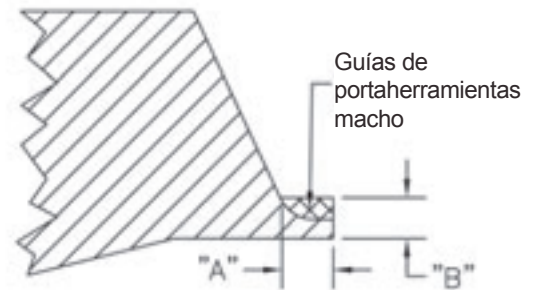

Figura 3-64. Corte de J-prep.
- 2.** Lleve a cabo la operación de biselado recto, deteniéndose en cada pasada mientras llega a la dimensión "B" en la cara del tubo. Puede parar y medir conforme va cortando, o marcar la ubicación en la cara del tubo antes de comenzar. Consulte el Paso 1 en Figura 3-64.
10. Gire la manivela de alimentación en sentido contrarreloj para hacer avanzar la herramienta de radio sobre el tubo. Continúe alimentando hasta que el radio se combine con el fondo del biselado (Paso 2 en Figura 3-64).